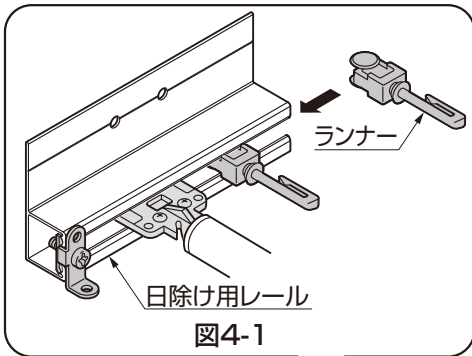

図4-1
- ②図4-1、表4-1を参考にして、各日除け用レールにランナーを差込んでください。そのとき、ランナーのU字型をした止めフックを指でつまみながら、日除け用レールに差込んでください。
- ③タッチプレート付ストッパーのストッパーネジをゆるめて、日除け用レールの家側端部から差込んでストッパーネジで固定してください。
- ④日除け本体後端のマジックテープと、タッチプレートを貼り付けてください。
- ⑤先頭ランナー側の止めフックから順に日除け本体のフックを引っ掛けてください。